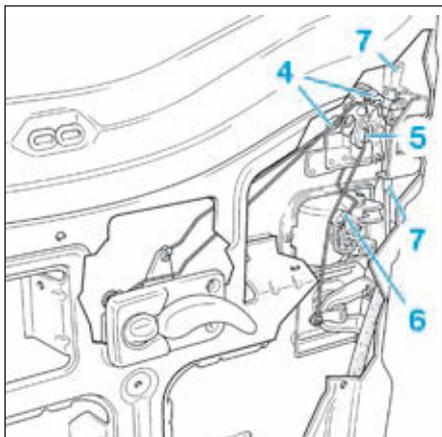

FIG. 155
- Déposer (Fig.155) :
- les tringles de commande de la poignée d'ouverture intérieure (4).
- la tringle de commande du barillet (5).
- la tringle de commande de la poignée d'ouverture extérieure (6).